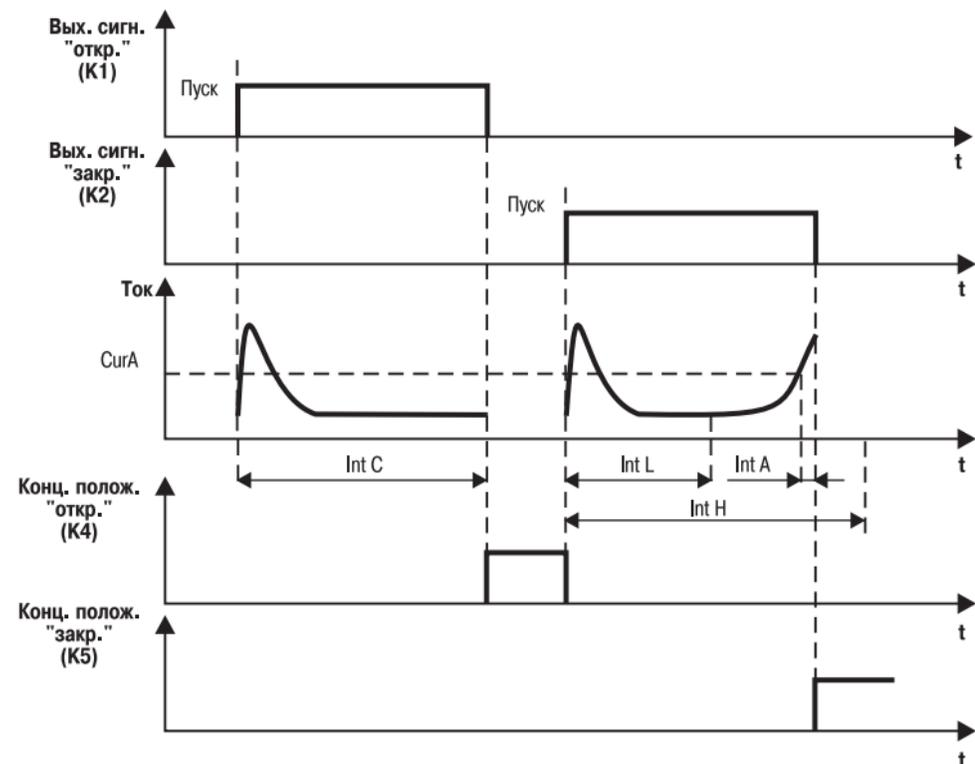

Рис. 6
3.2.11.1.2. При $PrES = 1$ закрытое положение определяется так же, как и при $PrES = 0$, а открытое – по истечении времени, заданного в программируемом параметре \bar{cnEL} (рис. 6).